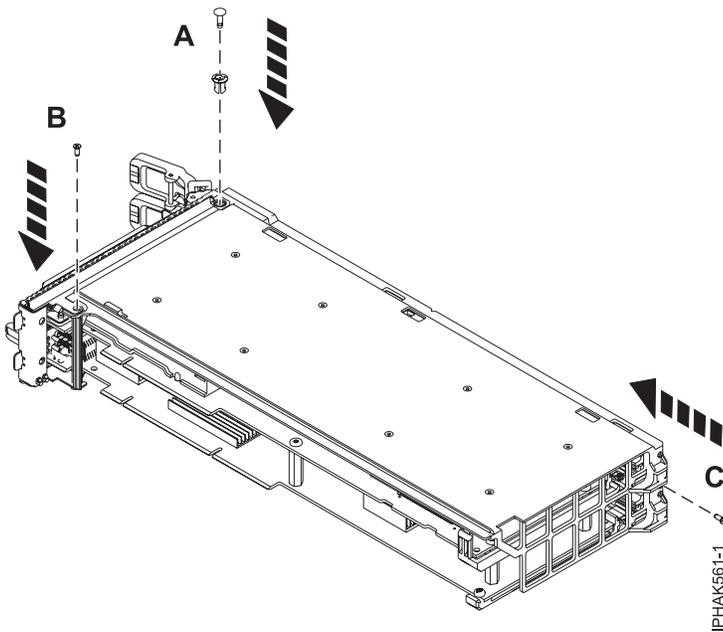

Figura 62. Anexando as tachas e parafusos
9. Anexe a tacha (A) à parte superior do conjunto do cassete pelo suporte sobre trilhos e pressione no lugar. Consulte Figura 62.
10. Prenda o parafuso Phillips pequeno (B) à parte inferior do suporte sobre trilhos. Consulte Figura 62.
11. Prenda o parafuso Phillips pequeno (C) à parte traseira do conjunto do cassete. Consulte Figura 62.